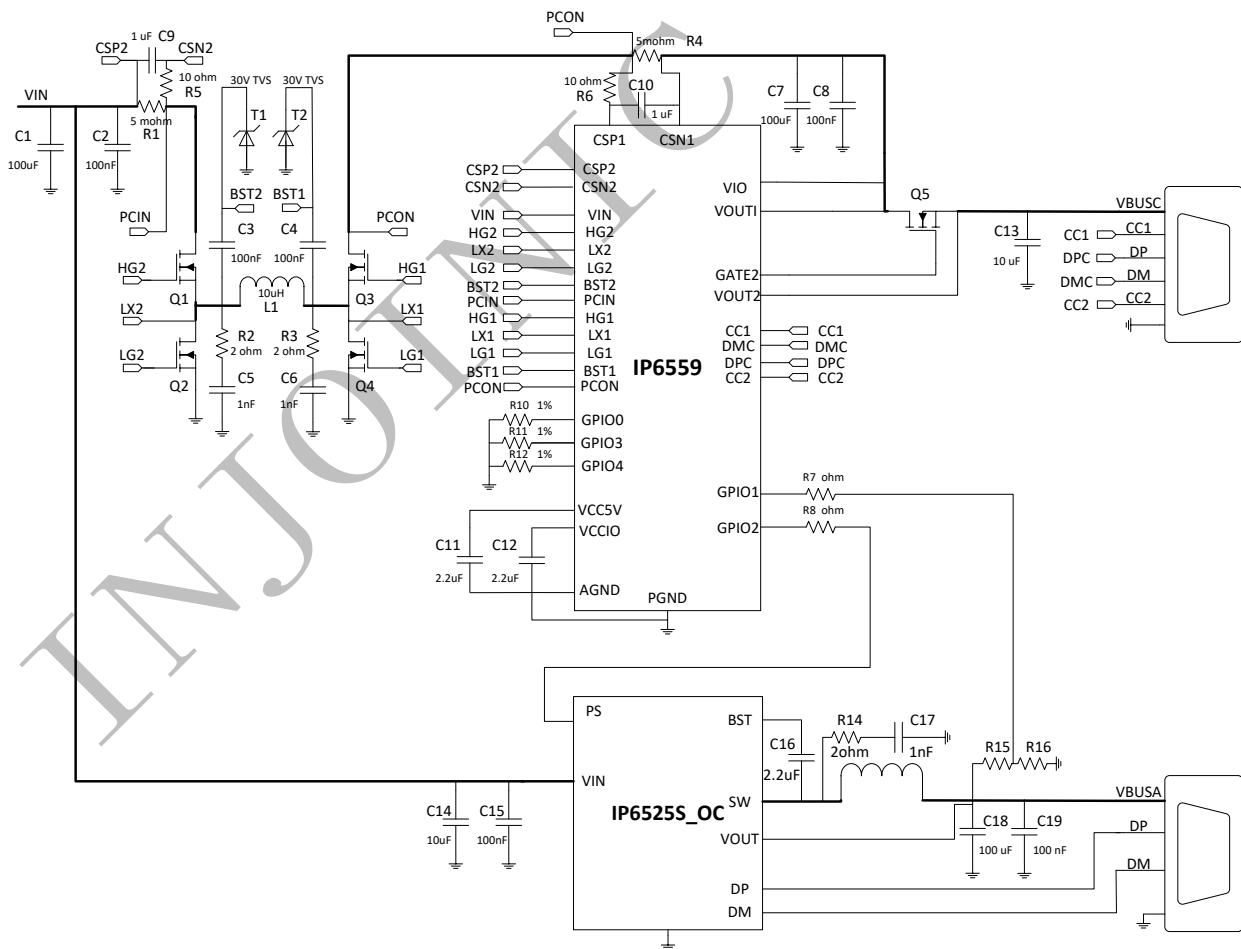

图 11 IP6559 + IP6525S_OC 做 USB-A 和 USB-C 双口智能调节输出功率的典型应用原理图
3. 图 11 中，调节接地电阻 R10/R11/R12 可以改变双口不同状态下的 IP6559 的 C 口 PDO，如不需要对应状态降功率的功能，不焊接 R11 或 R12 即可；